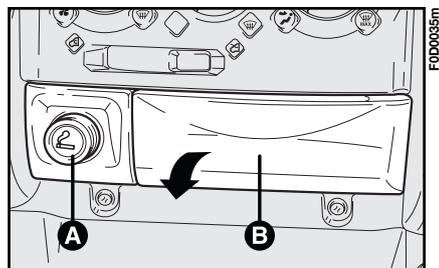

fig. 117
**1** - appuyer sur le bouton **A**-fig. 117 pour enclencher l'allume-cigares; après 15 secondes environ le bouton revient dans sa position d'origine et l'allume-cigare est prêt à l'usage.